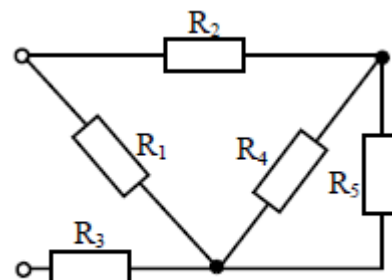

Рисунок 1
- 1 Определить эквивалентную емкость батареи конденсаторов (рисунок 1), если $C=20$ мкФ.